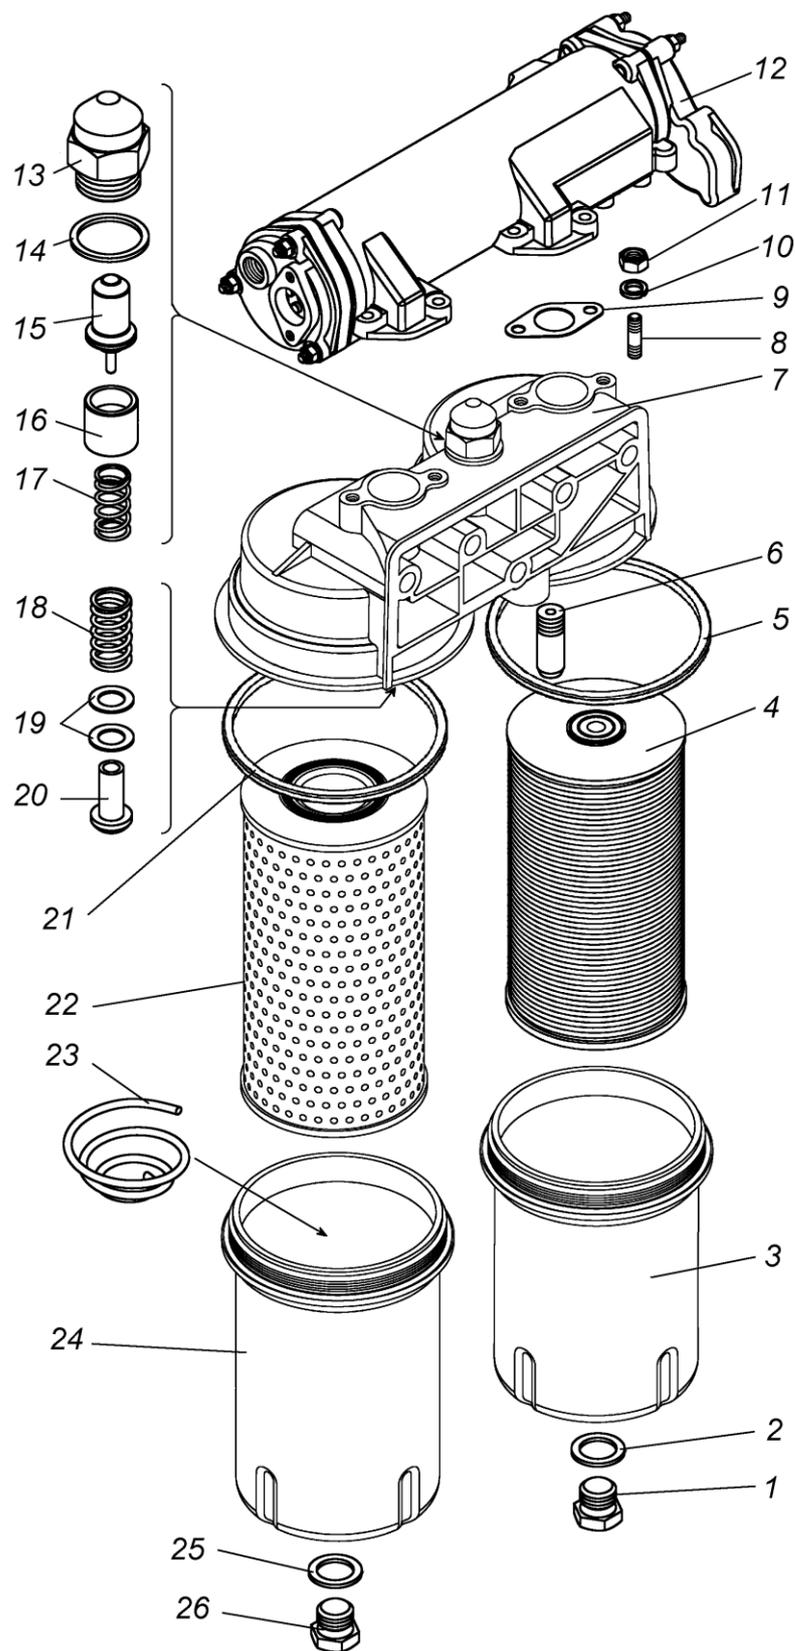

Рисунок 9 – Масляный фильтр с теплообменником:
**Фильтр масляный** (рисунок 9) обеспечивает очистку масла, подаваемого от масляного насоса к потребителям, закреплен на правой стороне блока цилиндров. Состоит из корпуса 7, двух колпаков 3 и 24, в которых установлены полнопоточный 22 и частично-поточный 4 фильтроэлементы, термклапана и перепускного клапана 20. Колпаки 3, 24 на резьбе вворачиваются в корпус.